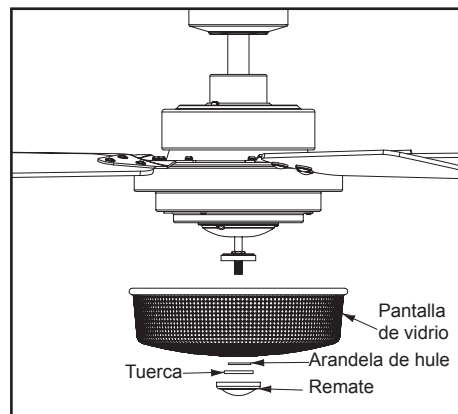

Figura 17
3. Retira la junta de goma, la tuerca y el remate de la boquilla roscada del conjunto del soporte del kit de luces. Coloca el tazón de vidrio sobre la boquilla enroscada. Vuelve a instalar la junta de hule, la tuerca y el remate en la boquilla roscada para asegurar bien el tazón de vidrio. (Figura 17)